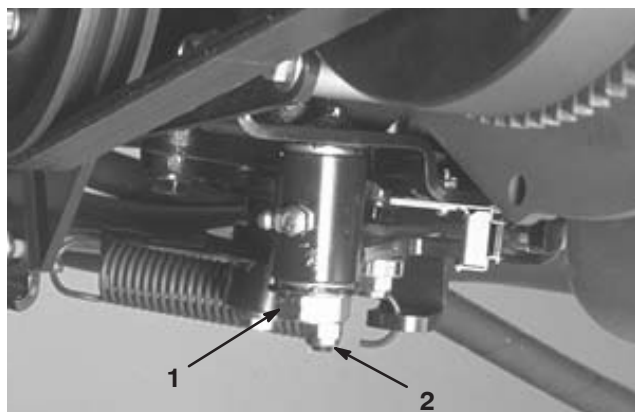

Figure 57
3. Desserrez le contre-écrou de la came de réglage de transmission (Fig. 57).